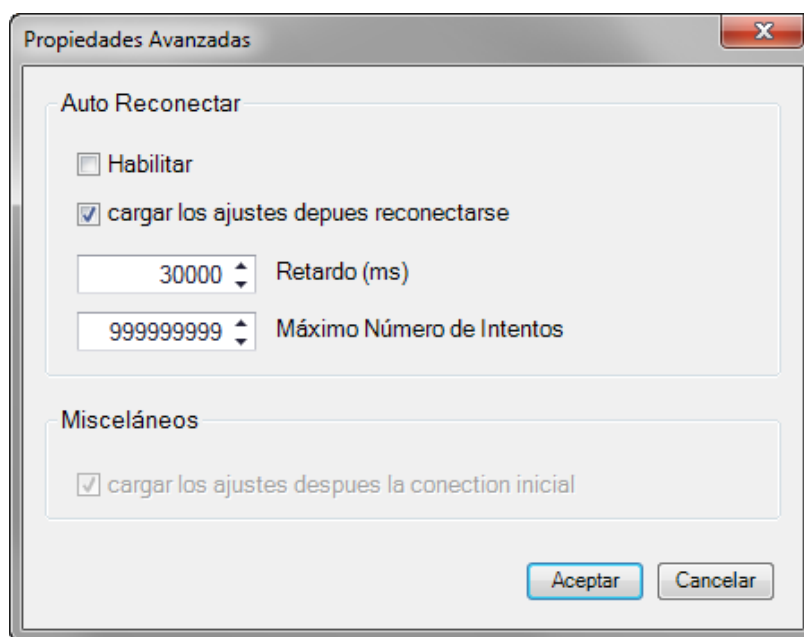

Figura 128. Propiedades Avanzadas, Auto-Reconexión
- El botón de Avanzadas muestra la siguiente ventana. Contiene opciones para habilitar la Auto-reconexión, retardo entre reintentos en ms, y el número máximo de intentos. (Figura 128)